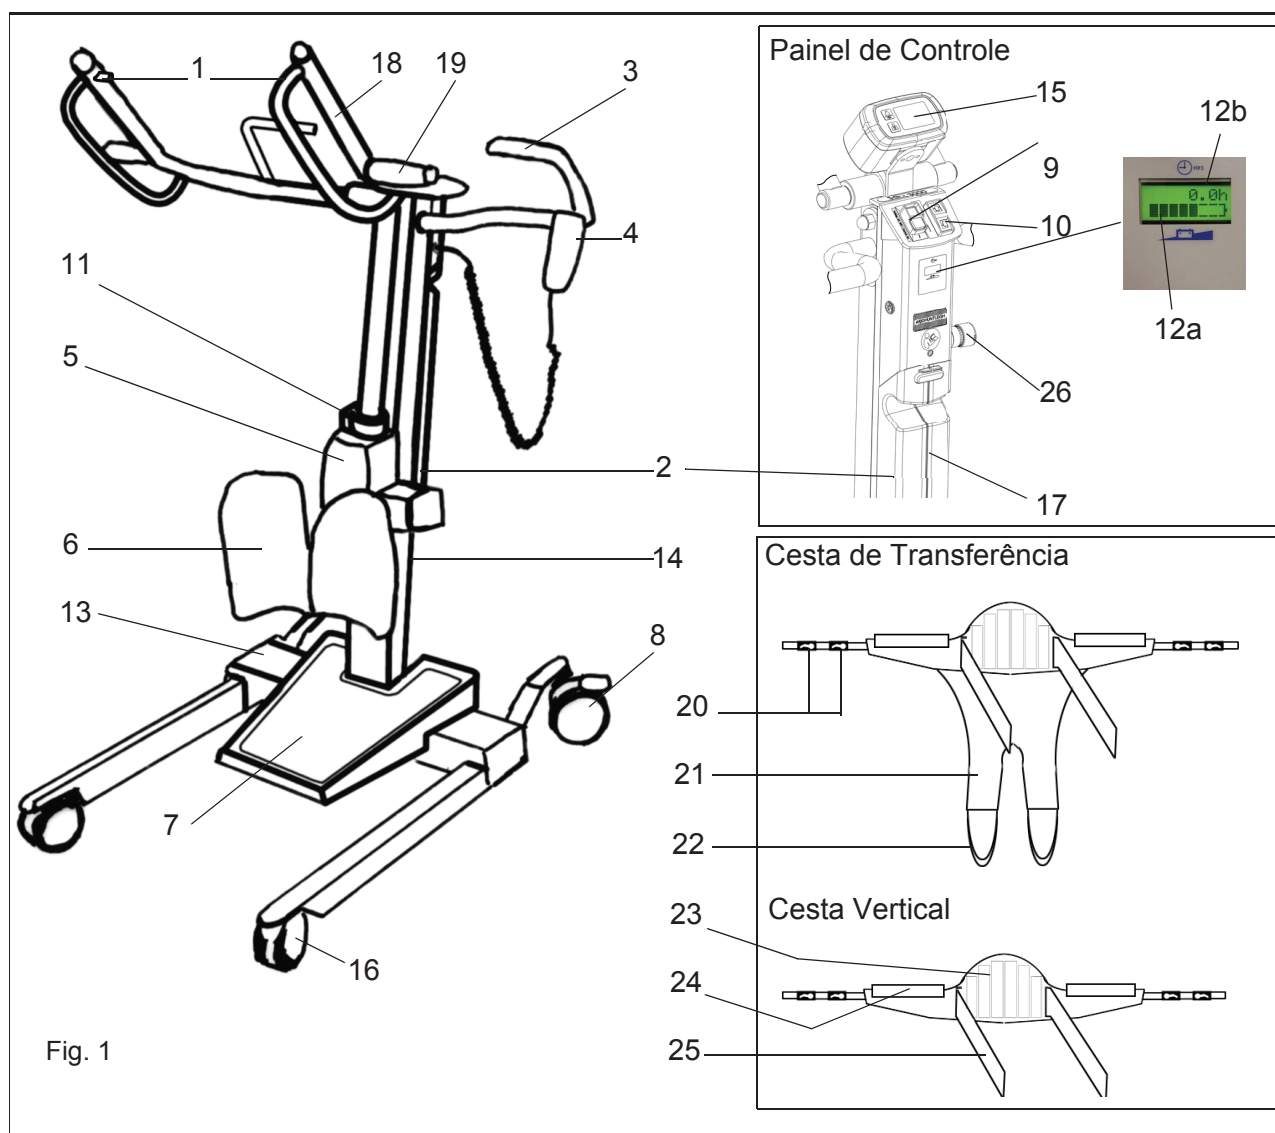
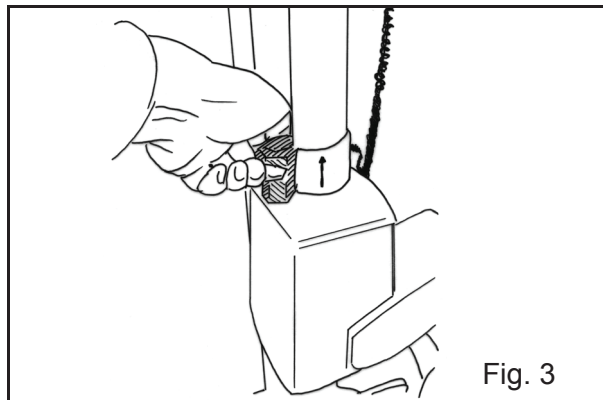

Fig. 1
Fig. 3
Interruptor de controle duplo: Como opção ao controle manual, a subida e descida dos braços de apoio do paciente podem ser controladas por este interruptor, localizado em frente ao compartimento de eletrônica/baterias. A etiqueta ao lado do interruptor identifica a função (veja Fig. 1). O interruptor funciona mesmo se o cabo do controle manual estiver desligado.
Botão de parada de emergência (vermelho) (veja Fig. 1): Se for preciso interromper imediatamente qualquer movimento (sem ser soltando o botão do comando manual), pressione o botão vermelho de parada de emergência localizado no painel lateral acima da bateria.
Botão Ligar/Reiniciar (verde) (veja Fig. 1): No painel de controle superior. Pressione esse botão para ligar o *Sara 3000*. Também é usado para reiniciar, caso o fusível automático de sobrecarga tenha funcionado (indicado pelo botão se projetando ligeiramente para fora). Caso o fusível tenha sido acionado e funcionar novamente após reiniciado, interrompa o uso do equipamento e entre em contato com o departamento de Assistência Técnica da Arjo ou seu distribuidor autorizado.
Botão Desligar (vermelho) (veja Fig. 1): No painel de controle superior. Pressione esse botão para desligar o *Sara 3000*.
(veja Fig. 1) (não é um controle do cuidador/operador, e sim uma função integrada no sistema eletrônico)
- para utilizar ao Descer: (veja Fig. 1) Deve-se ter muito cuidado para não baixar os braços de apoio sobre o paciente ou qualquer outra obstrução, especialmente quando o paciente estiver de pé e sustentando o peso. Caso isso ocorra, o motor irá continuar funcionando, mas o movimento para baixo será bloqueado pela obstrução. Se isso ocorrer, solte imediatamente o botão “Descer” e aperte o botão “Elevar” até que o equipamento seja liberado. Em seguida, retire a obstrução.
O alarme soará duas vezes a cada 15 segundos e “OverHeat (Sobrecarga)” será mostrado no Contador de Ciclos/Horas (veja Fig. 1) quando o operador exceder o ciclo de trabalho do atuador do elevador (2 minutos/18 minutos). Quando o sinal ocorre, o movimento ainda é possível. A função protege o atuador contra danos.
Pode ser usado em caso de falha no controle principal. No caso improvável de o controle manual ou botão de controle não operarem o *Sara 3000* com o paciente ainda suspenso pela cesta, use o Acionamento de Descida em Caso de Falha no Sistema, localizado no atuador; (veja Figs. 1 & 3). Há uma etiqueta no anel de controle para reconhecimento fácil e rápido (veja Fig. 3). Para acionar esta função, puxe o controle deslizante para cima até que o próprio peso do paciente faça com que a coluna desça lentamente. Para interromper a descida, solte o controle deslizante. Use essa função apenas se ocorrer falha no controle normal, e não como função normal de descida.
(veja Fig. 1). Há um pequeno símbolo de bateria na parte inferior da tela LCD. Esse símbolo mostra o nível de carga da bateria.
Contador de Horas/Ciclos: (veja Fig. 1)
A Fig. 1 mostra uma Cesta de Transferência e uma Cesta Vertical, com suas diferentes peças referidas neste manual.